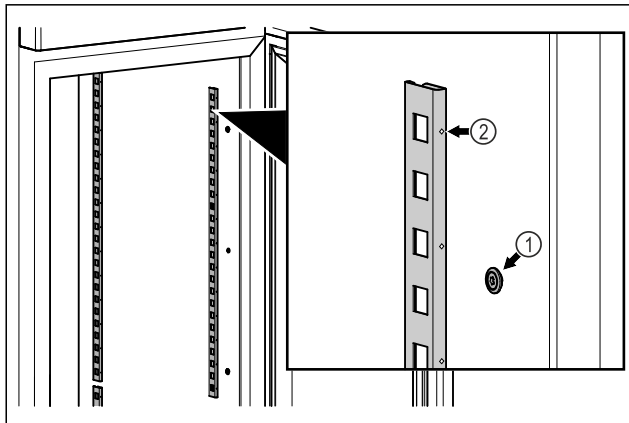

Fig. 48 Simbolična slika
- ▶ Zagozdne letve obesite na Fig. 48 (1) obojski element. Oznaka Fig. 48 (2) mora biti obrnjena naprej.